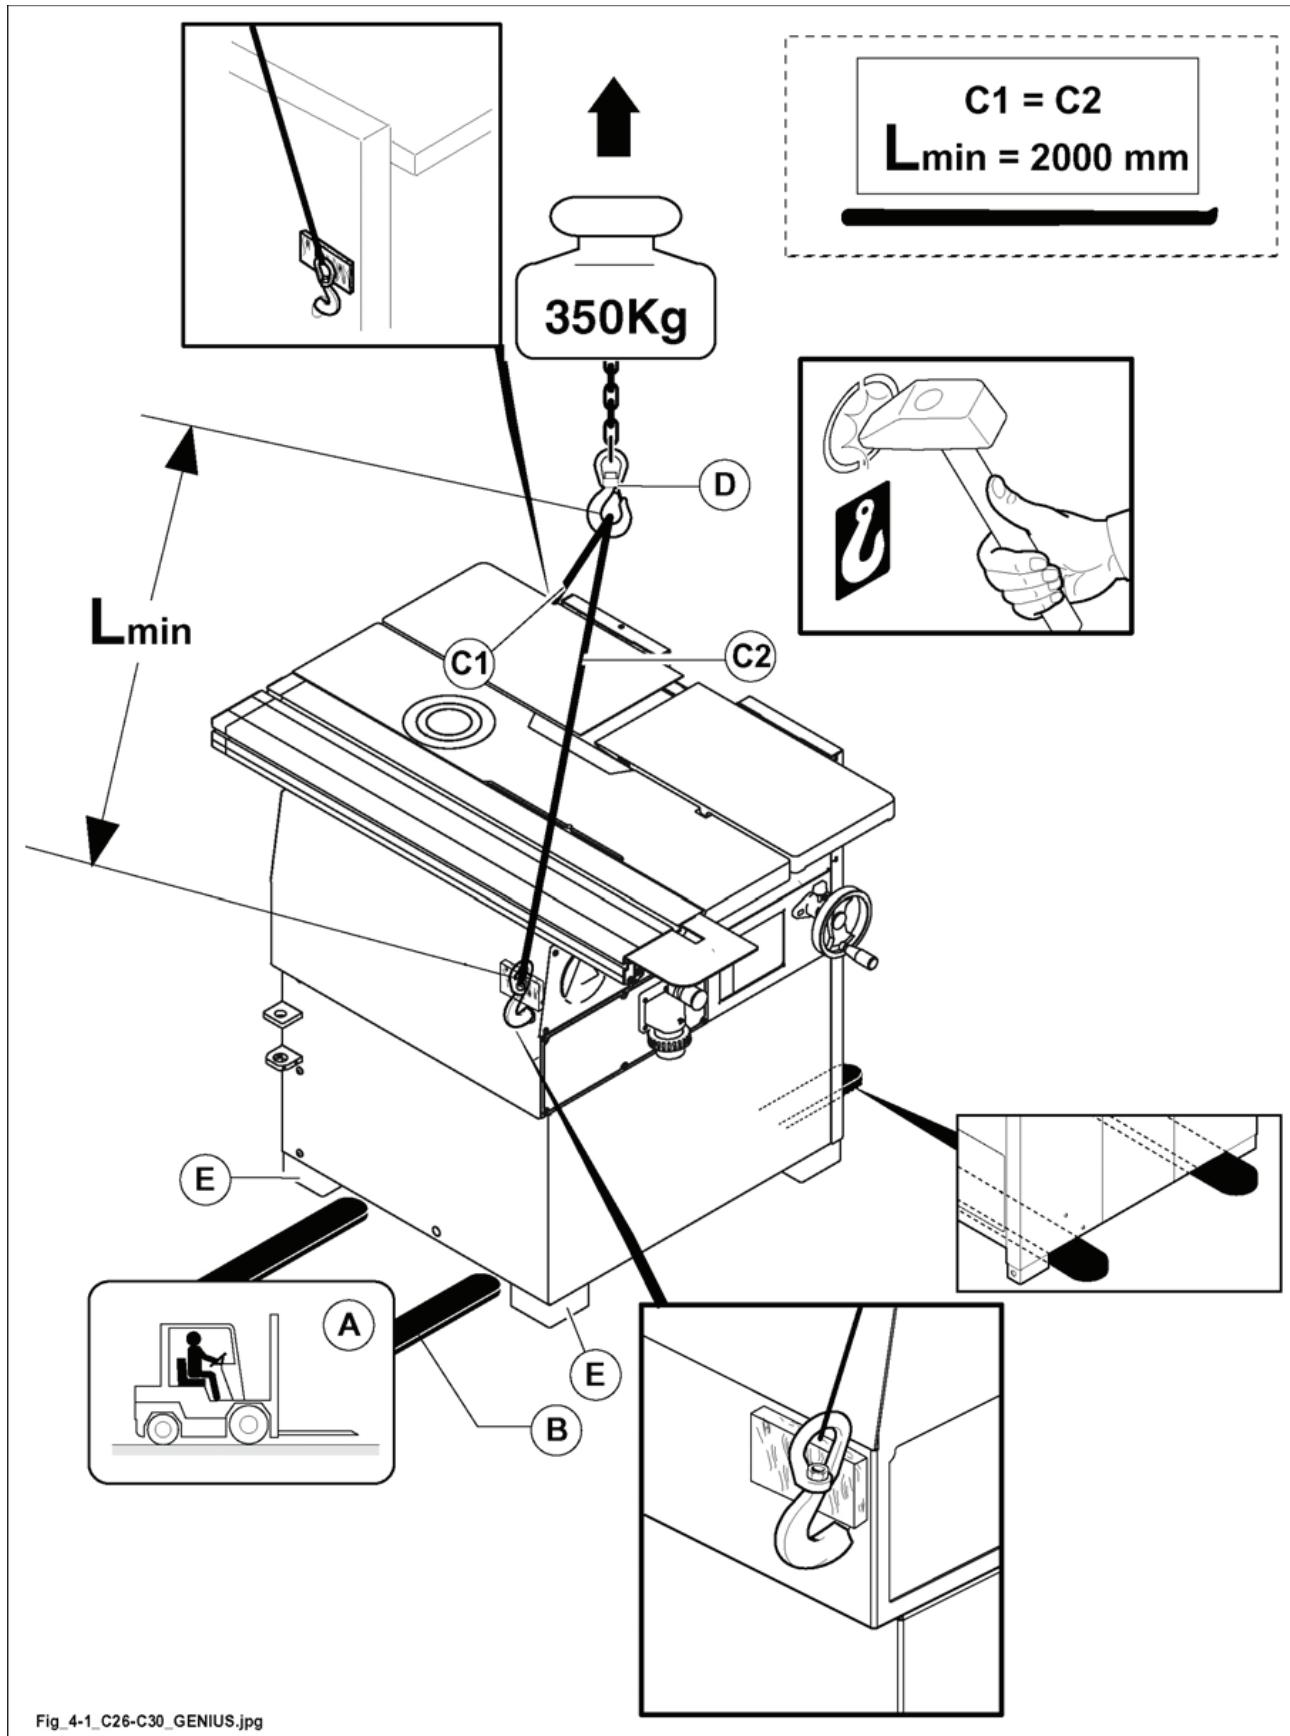

Рис. 4.1
- подготовить стропы С (рис. 4.1) надлежащей грузоподъемности и одинаковой длины (минимальная длина - 2000 мм);
- зацепить стропы за крюк крана D (рис. 4.1) надлежащей грузоподъемности;
- посредством коротких перемещений крюка крана перевести стропы С (рис. 4.1) в положение максимального равновесия;
- подготовить к работе погрузчик А (рис. 4.1) надлежащей грузоподъемности;
- ввести вилы В (рис. 4.1) под станину, как показано на рисунке, располагая их вплотную к двум опорам Е (рис. 4.1). Убедиться, что вилы выходят с противоположной стороны не менее чем на 15 см.